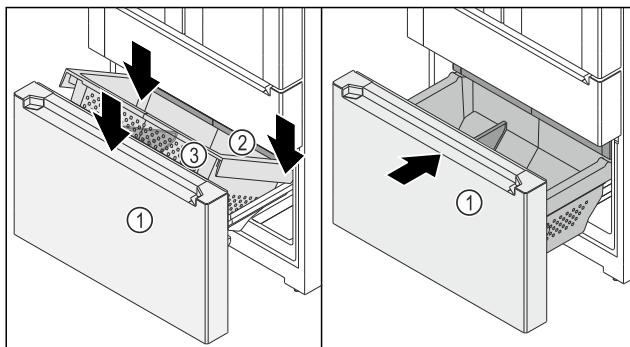

Fig. 153
- ☐ Izvlačna kutija Fig. 153 (1) je izvučena.
- ☐ Ladica Fig. 153 (2) je umetnuta.
- Spremnik Fig. 153 (3) postavite straga na vodilice desno i lijevo.
- Spremnik Fig. 153 (3) spustite sprijeda tako da spremnik Fig. 153 (3) okružuje vodilice desno i lijevo.
- Ugurajte izvlačnu kutiju Fig. 153 (1).